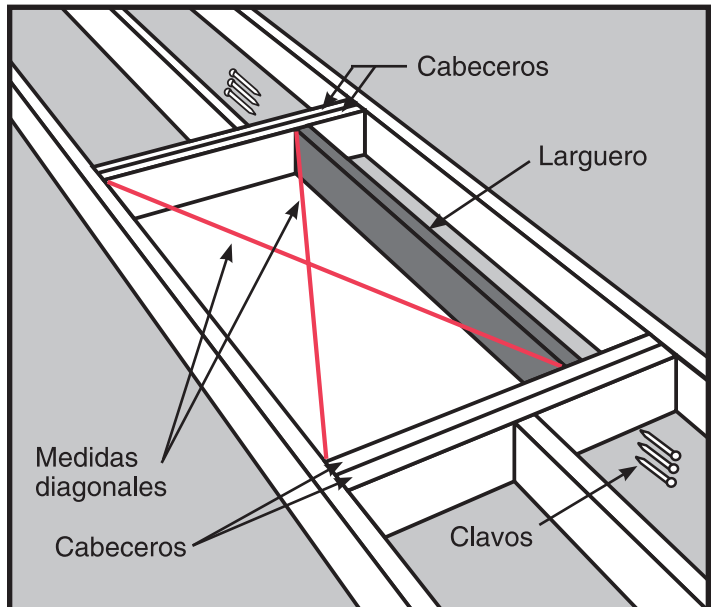

Figura 18
- PASO 4.** Posicione el (los) larguero(s) a lo largo del (de los) lado(s) no enmarcado(s) de su ubicación (vea la Figura 18). Verifique que las dimensiones internas del marco sean 57.1 cm (22-1/2”) x 137.1 cm (54”) (99220-001) o 63.5 cm (25”) x 137.1 cm (54”) (99250-001).
- PASO 5.** Para unir el (los) larguero(s) a los cabeceros, utilice clavos de longitud suficiente para pasar a través de ambos cabeceros e insertarse en el larguero al menos 25.4 mm (1 pulgada). Ponga el (los) larguero(s) a escuadra con los cabeceros en un extremo, e inserte tres (3) clavos 16d en el larguero, a través de los cabeceros. Verifique la escuadra, y luego clave el otro extremo. Verifique que la abertura sin terminar esté a escuadra. Para ello, mida las diagonales. **Las dos medidas deben diferir en menos de 3.2 mm (1/8”) para que el conjunto se considere a escuadra** (vea la Figura 18).